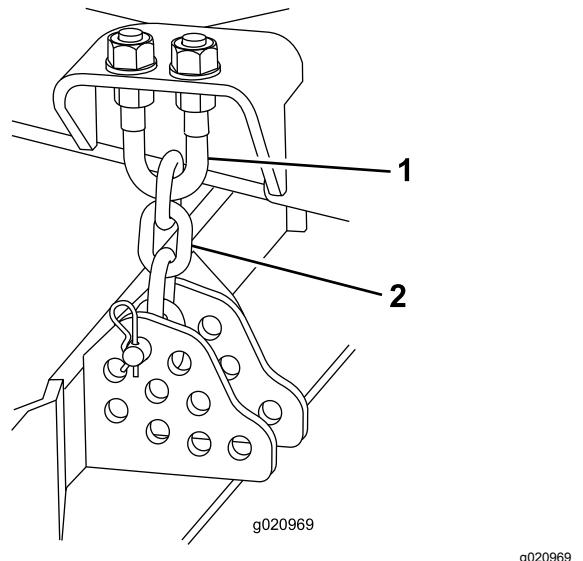

Figura 121
4. Retire o perno de gancho e pino de segurança que fixam as correntes da altura de corte à traseira da plataforma de corte (Figura 121).